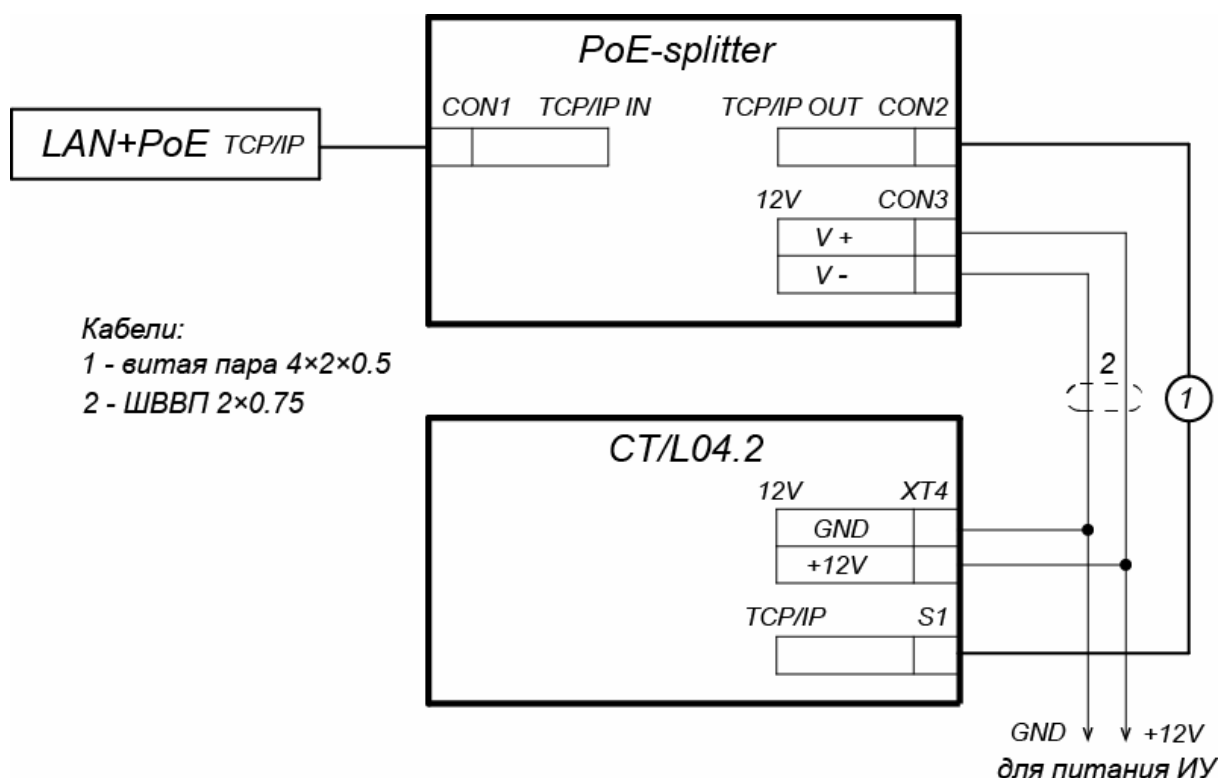

Рисунок 21. Схема подключения контроллера через PoE-сплиттер
2. В качестве считывателя отпечатков пальца при управлении одним из направлений двухстороннего замка (турникета). В этом случае поддерживается контроль зональности, ИУ управляется выходами контроллера **PERCo-CT/L04.2**. Контроллер *Suprema* подключается к контроллеру **PERCo-CT/L04.2** по интерфейсу *Wiegand* через конвертер интерфейса **PERCo-AC02** (схемы подключения - см. рис. 21).